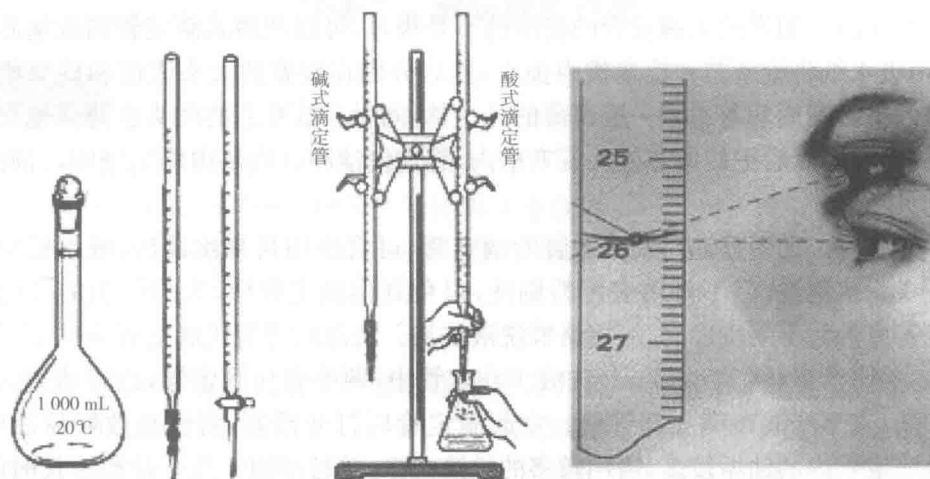

图 1-6 滴定管的安装及读数
5. 正确安装滴定管。将滴定管正确安装在铁架台上,如图 1-6 所示。